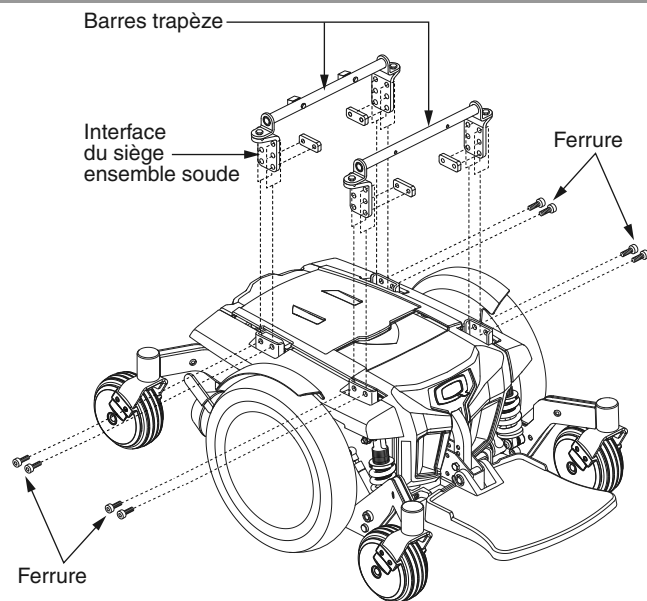

Figure 14. Réglage de la hauteur et de l'angle du siège
7. Desserrez les ferrures qui retiennent la barre trapèze sur les ensembles soudés de l'interface du siège. **Voir la figure 14.**